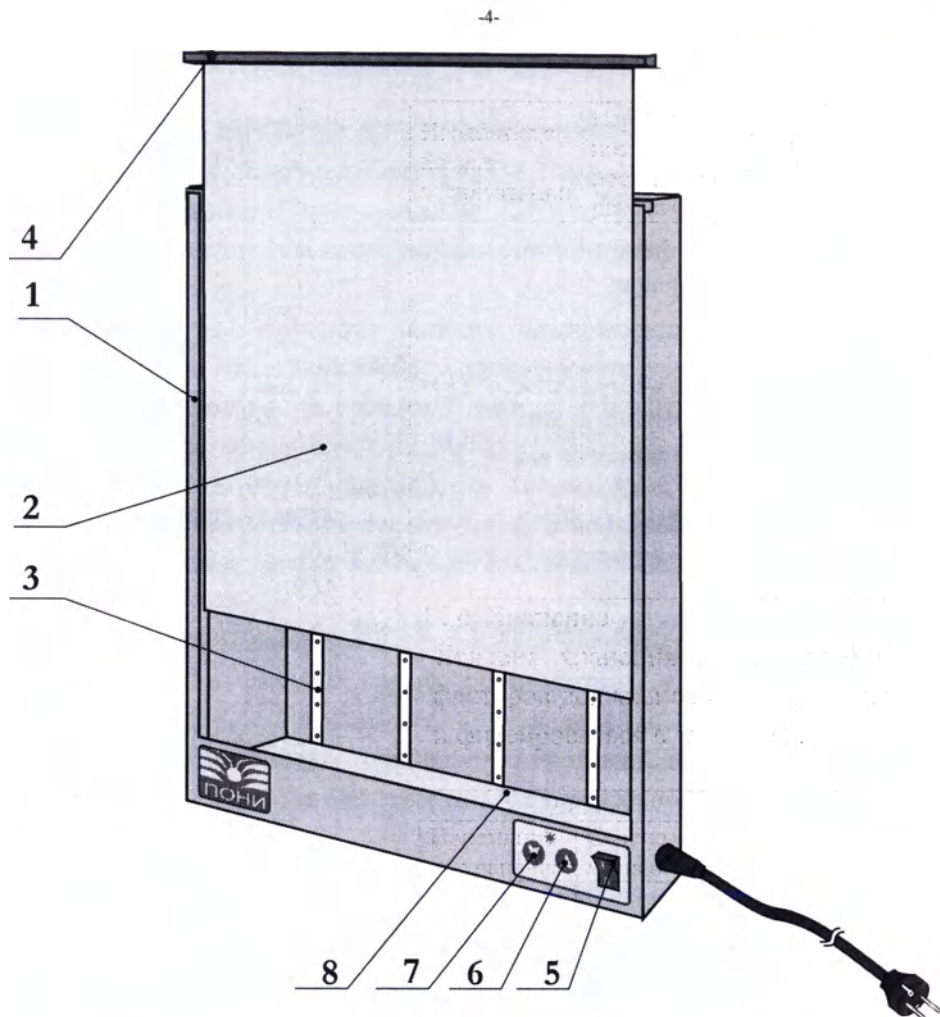

Рис. 1. Общий вид негатоскопа диагностического светодиодного HC1-03 (экран поднят)
6.1.1 Негатоскоп (рис.1, 2) конструктивно выполнен в виде прямоугольного металлического корпуса 1 с установленным в нем молочно-белым экраном 2. Негатоскоп следует располагать на стене, используя для этого крепежные отверстия, выполненные на задней стенке изделия.
Для замены предохранителей извлечь сетевой шнур из розетки, полностью вынуть молочно-белый экран. Открутив крепежные винты, снять защитный кожух (рис.1, 2) и заменить предохранители, расположенные на плате в пружинных клеммах. Сборку производить в обратной последовательности.